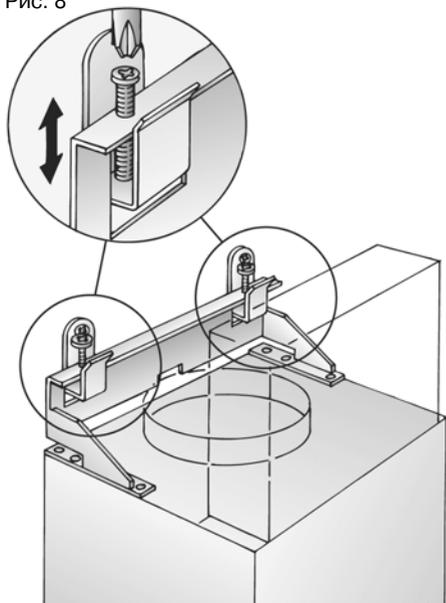

Рис. 9
7. Ввинтите нижние шурупы (с шестигранными головками) (рис. 9).
8. Наклейте защитную пленку на отверстия двух нижних монтажных шурупов в защитной решетке (рис. 9).